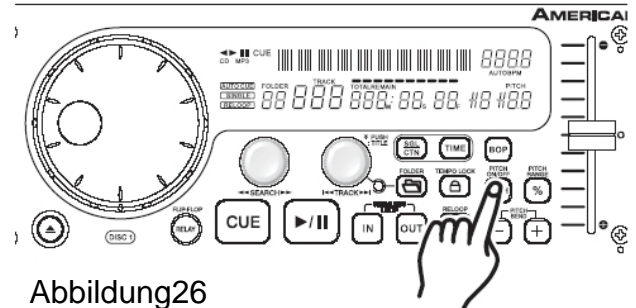
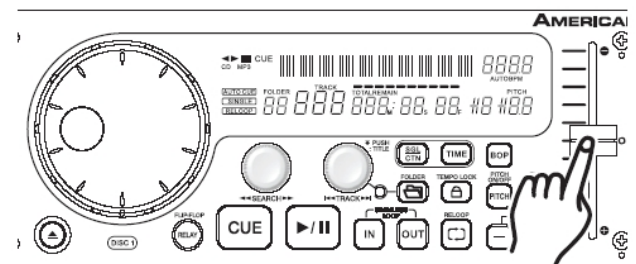

Abbildung 26
Abbildung 27
1. Pitch Slider: (3) Diese Funktion verringert die Geschwindigkeit oder beschleunigt die Wiedergabe. Die Geschwindigkeit kann um bis zu $\pm 100\%$ verändert werden. Über die **Pitch On/Off Taste (10)** wird der PitchSlider ein und ausgeschaltet. (Abbildung 26) Ist die Pitchfunktion aktiv, leuchtet die rote LED in der Taste. Wird der Schieberegler nach oben bewegt, verringert sich die Geschwindigkeit. Nach unten hingegen wird das Tempo der Wiedergabe gesteigert (Abbildung 27). Der **Pitchbereich** kann zwischen $\pm 4, 8, 16\%$ ausgewählt werden. Bei Audio CDs ist zusätzlich ein Hyperpitch von $\pm 100\%$ möglich. Diese Auswahl geschieht über die Pitchrange Taste (11). Die Pitcheinstellungen, und somit die Veränderungen der Geschwindigkeit haben Auswirkungen auf die Wiedergabe der Titel und auf die des Loops.